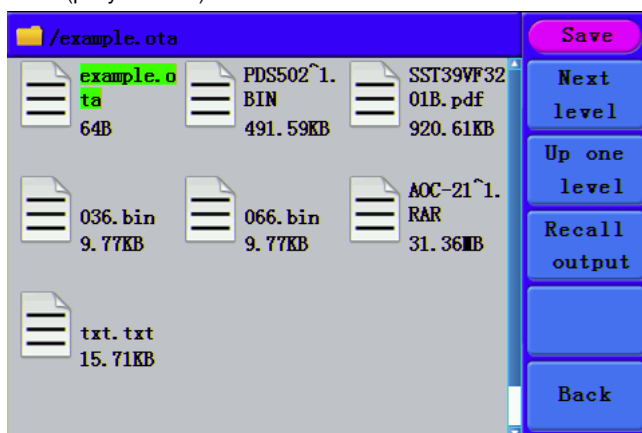

Рисунок 5.48. Выбор файл с данными
2) Выберите устройство **USBDEVICE** и нажмите кнопку **Next Level** в меню справа. С помощью регулятора **M** или кнопок **◀/▶** выберите, например, сохраненный файл осциллограммы **example.ota** (рисунок 5.48).